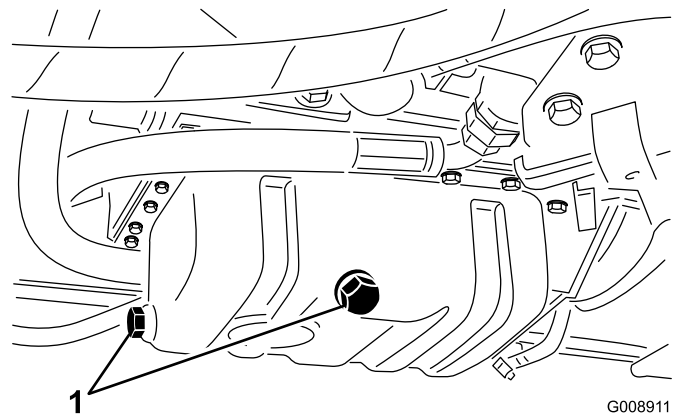

Bild 36
1. Entfernen Sie die Ablassschraube (Bild 36) und lassen Sie das Öl in die Auffangwanne ab.